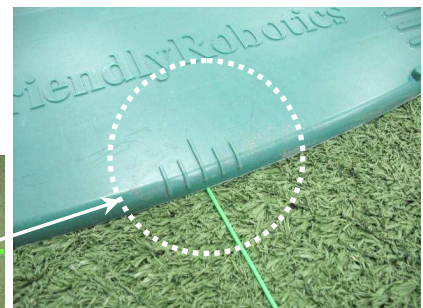

Bild 1.22 -
- Schließen Sie die Haube der Ladestation; stellen Sie sicher, dass sie fest geschlossen ist (Bild 1.22).